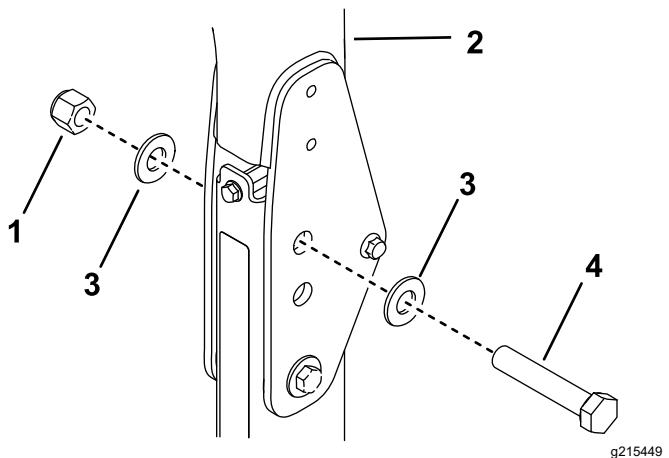

Рисунок 34
2. Установите шайбу (13/16 x 1½ дюйма) на каждый болт (¾ x 4 дюйма), как показано на Рисунок 34.
3. В отверстия, из которых были извлечены штифты, установите болты с шайбами (Рисунок 34).
4. Установите еще по одной шайбе на каждый болт и закрепите с помощью гаек (¾ дюйма), как показано на Рисунок 34.